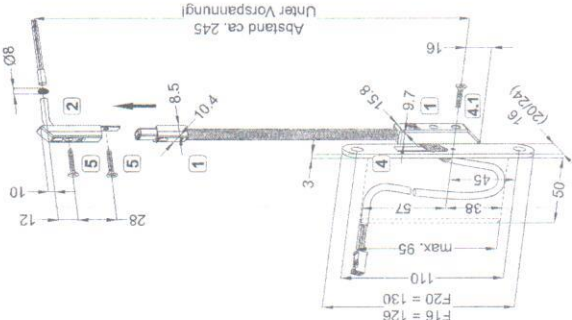
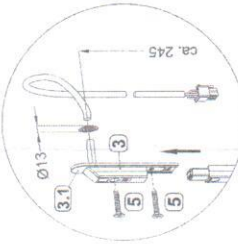

Abbildung 1: STV-KÜ-T1-STV mit Abdeckblech und Rahmenteil 1
Abbildung 2: Detail Rahmenteil 2
- Rahmenteil 1 (2) (Abbildung 1):
- Rahmenteil 1 (2) mit Schraube (5) Ø 3 x 20 mm befestigen
- Rahmenteil 2 (3) (Abbildung 2):
- Rahmenteil 2 (3) mit Schraube (5) Ø 3 x 20 mm befestigen
- Flügeltteil (1) bei Verwendung mit Abdeckblech (4) (Abbildung 1):